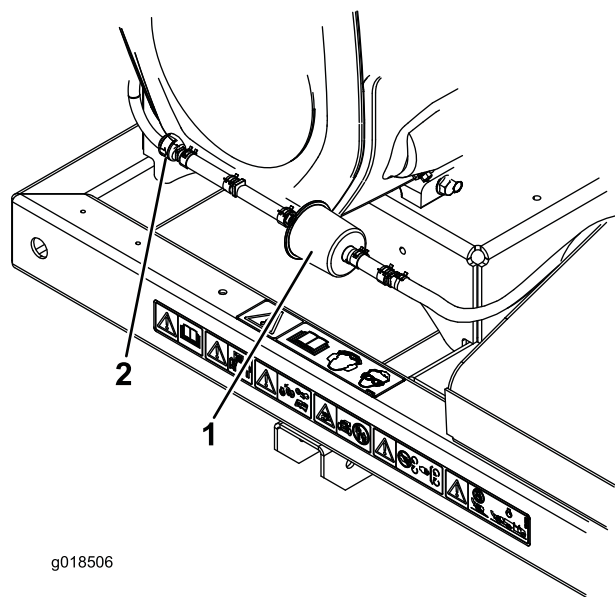

Рисунок 19
2. Переместите шланговые хомуты пружинного типа с обеих сторон фильтра линии продувки с угольным элементом в стороны от фильтра (Рисунок 19).
3. Снимите и удалите в отходы фильтр с угольным элементом (Рисунок 19).
4. Установите новый фильтр в шланг так, чтобы стрелка на фильтре была направлена в сторону обратного клапана, и зафиксируйте его шланговыми хомутами (Рисунок 19).